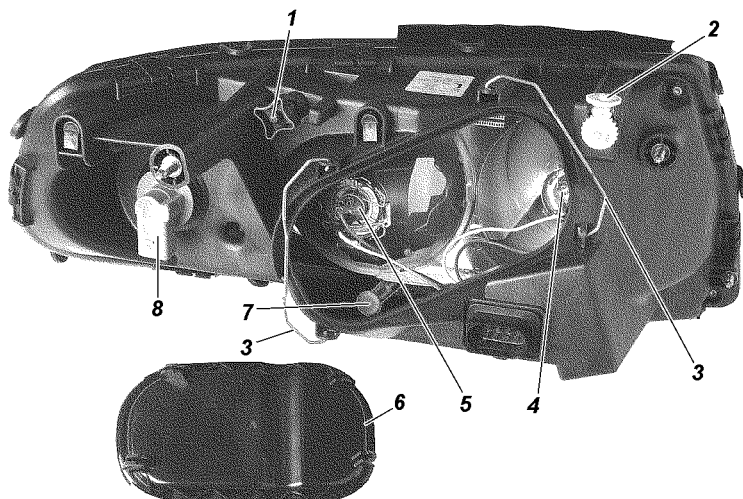

Рис. 9.41. Фара:
3. Включите ближний свет фар и, поочередно закрывая каждую фару, вращением регулировочного винта 1 (рис. 9.41) и регулировочной шестерни 2 добейтесь, чтобы светотеневая граница слева от точек E и E' совпала с линией 1, а справа - с линиями 2 и 2' для левой и правой фар соответственно. Точки перелома светотеневой границы должны совпадать с точками E и E'.
Замена ламп фар. Для замены лампы указателей поворота снимите колодку с патрона 8 (см. рис. 9.41), поверните патрон